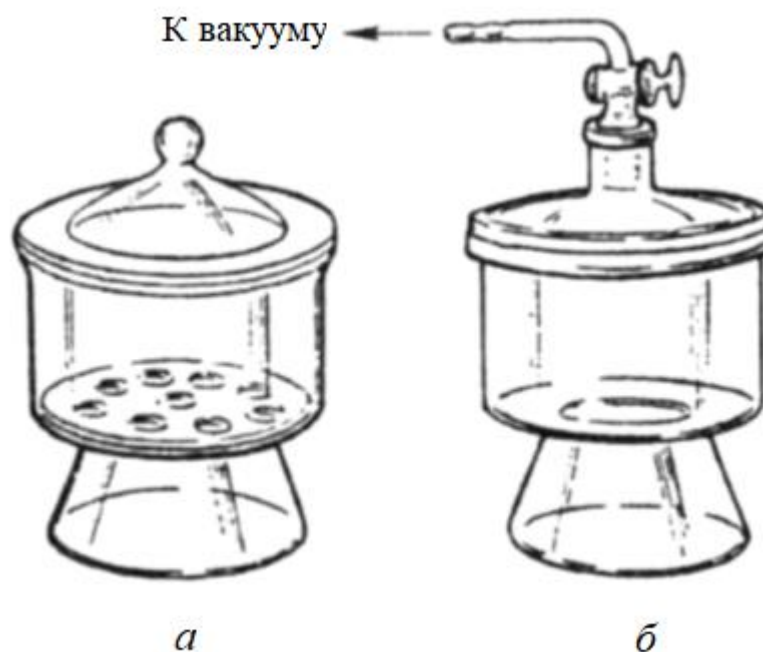
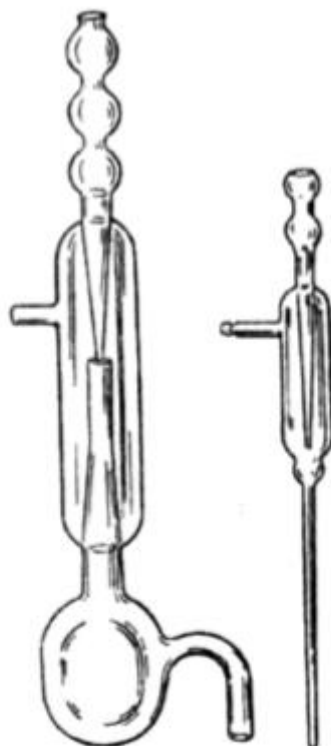

Рис. 27 – Эксикаторы:
Рис. 28 – Водоструйный вакуум-насос.
*Эксикаторы* (рис. 27) – ёмкости из толстостенного стекла, предназначенные для высушивания твёрдых веществ. Различают обычные и вакуум-эксикаторы. В последних на крышке имеется тубус, в который на резиновой пробке вставляют трубку с краном. Эту трубку через манометр и предохранительную склянку соединяют с водоструйным насосом (рис. 28) и создают в эксикаторе вакуум. Вещество, которое подвергают сушке, на часовом стекле или чашке Петри ставят на фарфоровую подставку, лежащую на выступающих бортах средней части эксикатора. В качестве осушающего агента применяют безводные хлорид кальция, сульфат магния, натронную известь, оксид фосфора (V) и др.